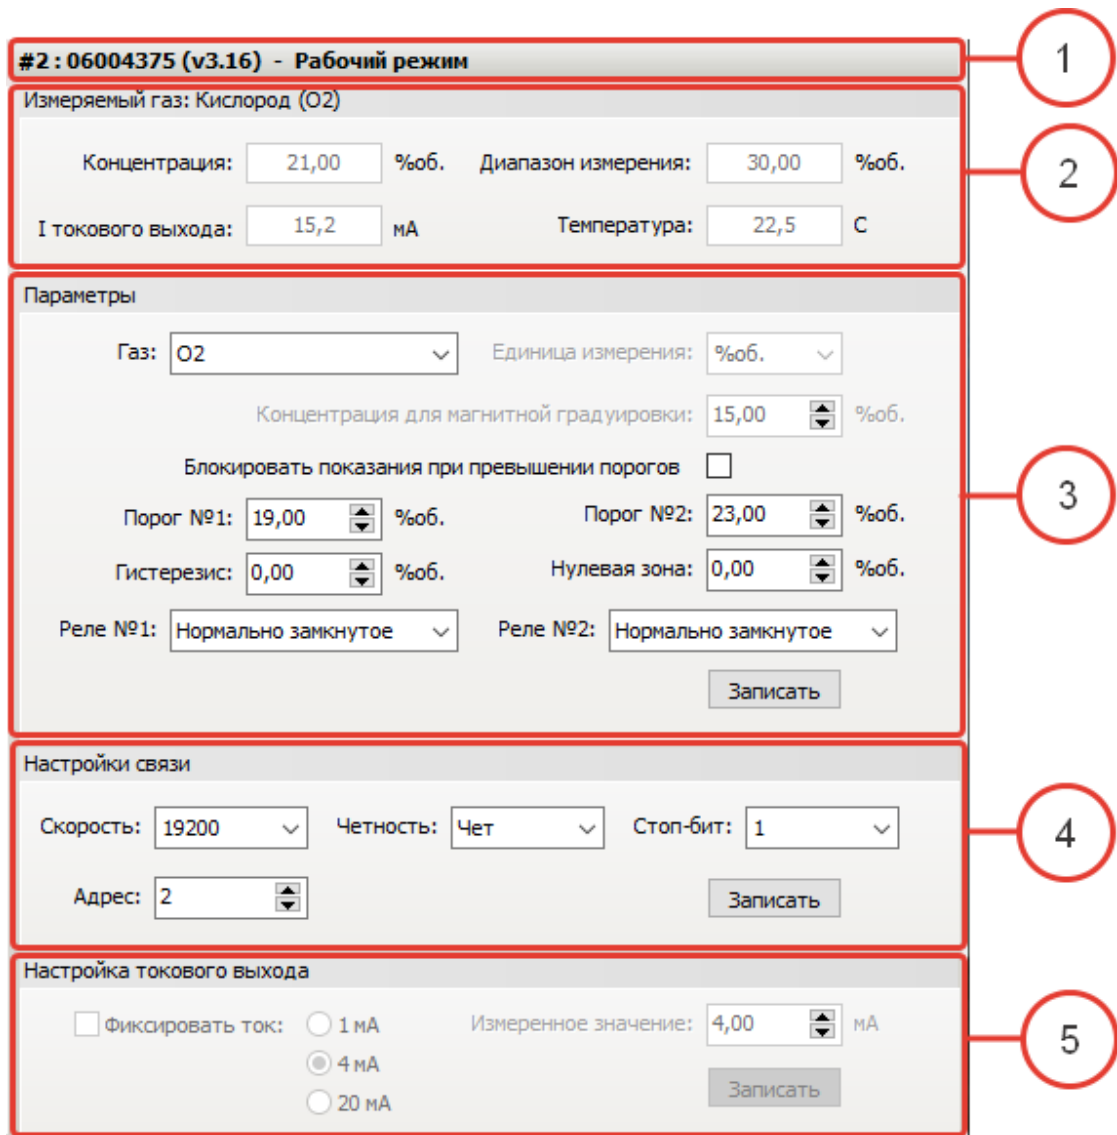

Рисунок 5 – Поле отображения/изменения текущих настроек прибора
Поле отображения/изменения текущих параметров прибора условно можно поделить на пять частей (рисунок 5):
- 2) Параметры и настройки выбранного прибора отобразятся в поле отображения/изменения текущих параметров прибора (рисунок 5);
- 2) Параметры и настройки выбранного прибора отобразятся в поле отображения/изменения текущих параметров прибора (поле Параметры) (рисунок 5);
- 2) Параметры и настройки выбранного прибора отобразятся в поле отображения/изменения текущих параметров прибора (поле Настройки связи) (рисунок 5);